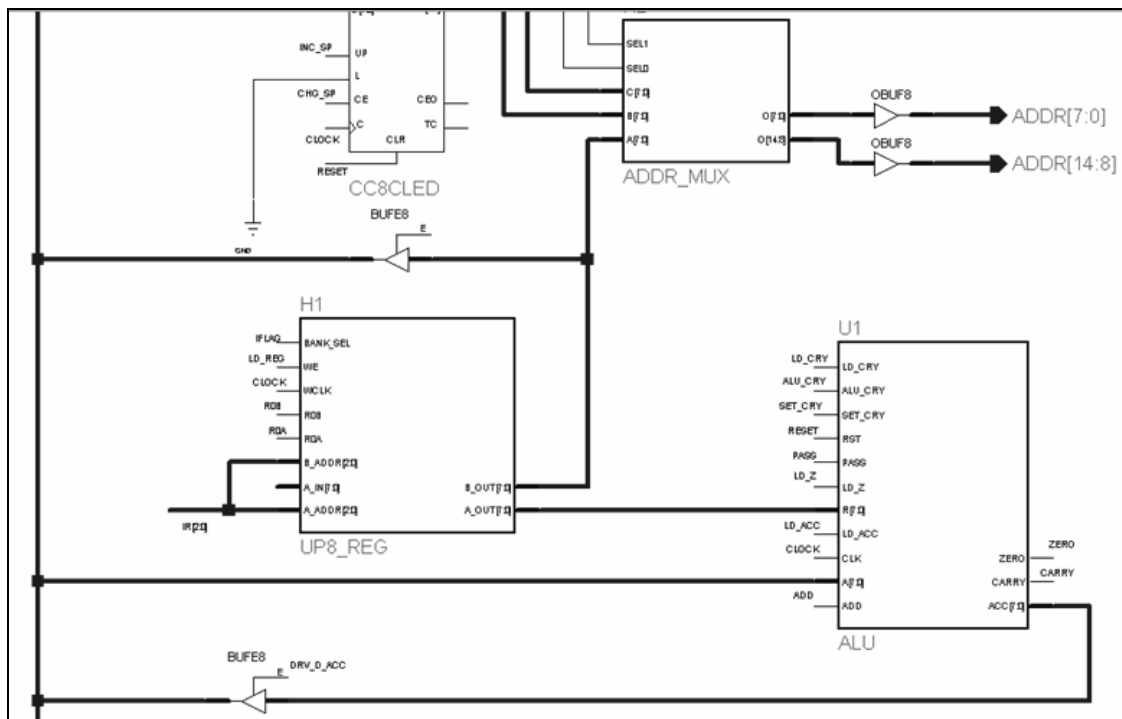

Figura 1. Setul de registre și ALU
- Setul de registre dual port (notat **uP8_REG** (vezi Figura 1)) va avea nevoie de trei biți de adrese pentru a adresa cele două bancuri a câte opt registre (notați intrările A_ADDR și B_ADDR). Acestea activează registrele a căror conținut va fi citit prin intermediul ieșirilor notate A_OUT și B_OUT.
Modulul ALU din Figura 1 trebuie să permită: